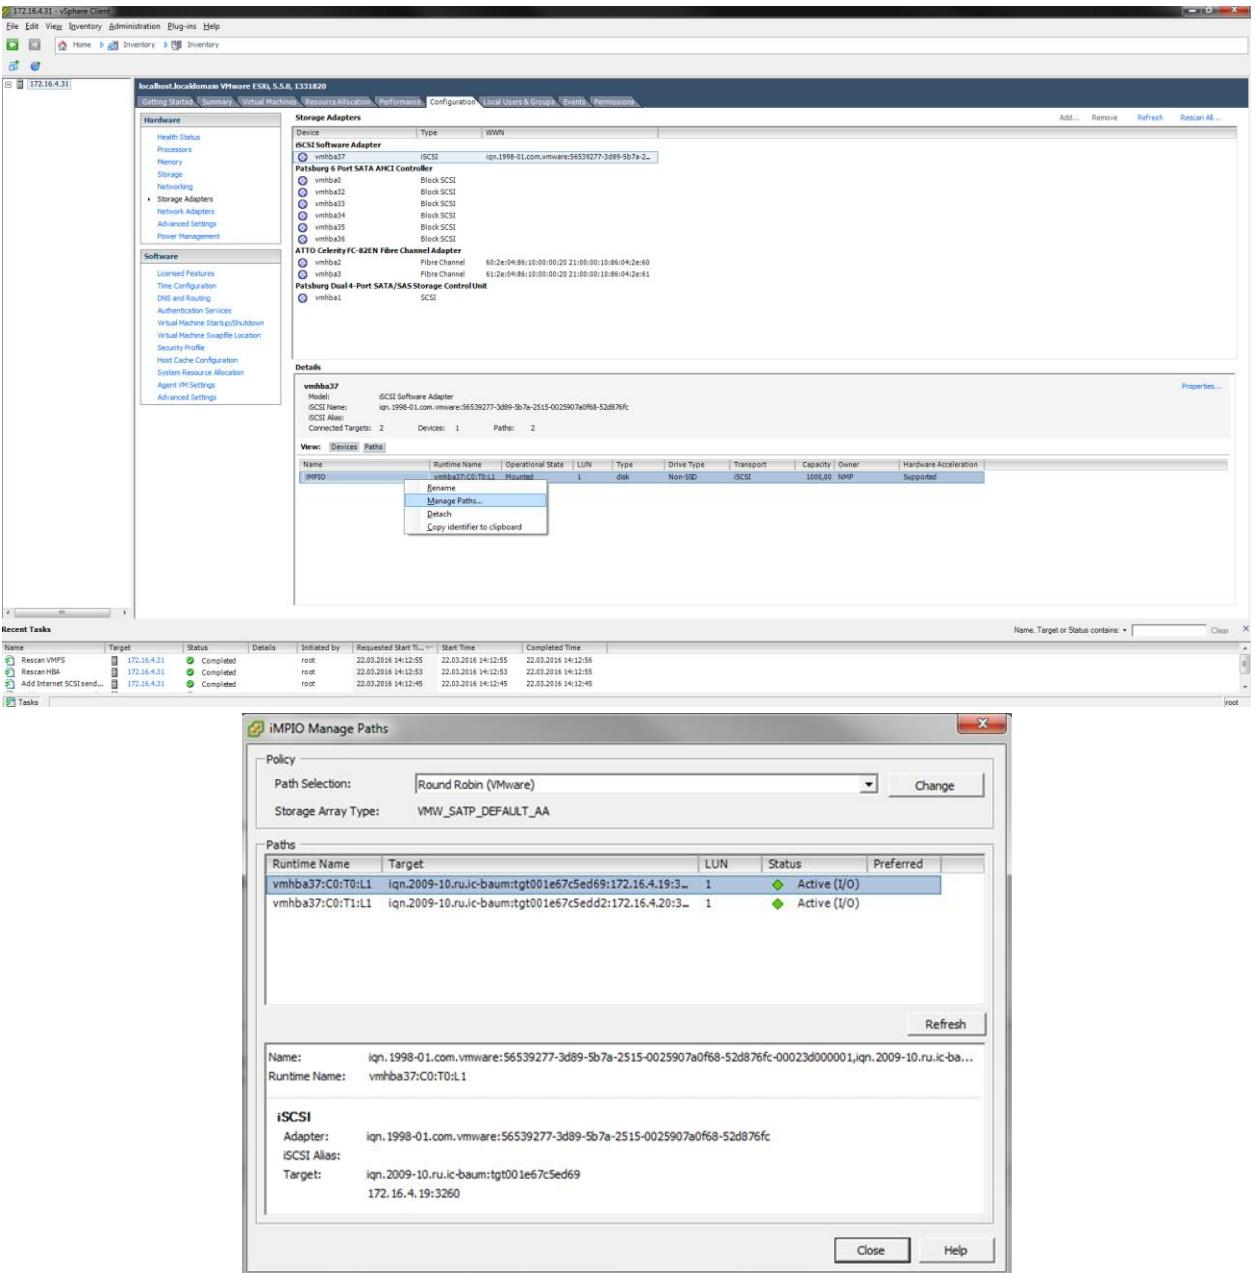
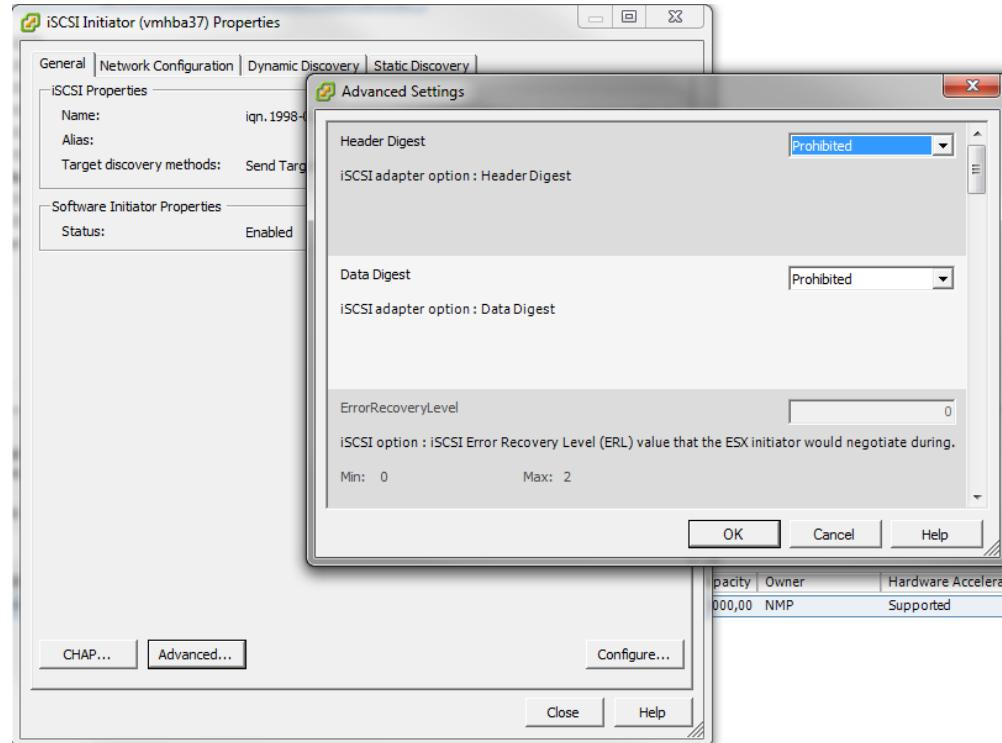

Рисунок 109 - Настройка MPIO
Рисунок 110 - Рекомендуемые параметры
3) Выполнить настройку MPIO (см. Рисунок 109). Рекомендованные настройки указаны на рисунке ниже (см. Рисунок 110)